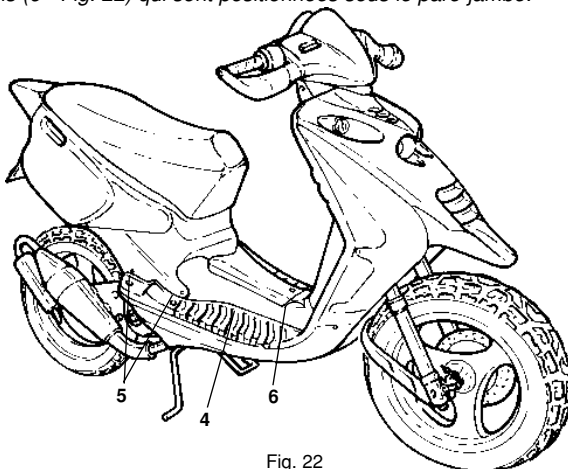

Fig. 22
- Para desmontar la estribera (4 - Fig. 22), desenroscar los tornillos (5 - Fig. 22) en ambos lados del vehículo.
- Para sacar (en ambos lados) los tornillos (6 - Fig. 22) se encuentran ubicados debajo el protector-piernas.
- Pour libérer et enlever le sabot (1 - Fig. 22), il est nécessaire de dévisser les vis (2) des deux côtés du véhicule et la vis centrale (3).
- Pour enlever le plancher (4 - Fig. 22), dévisser les vis (5 - Fig. 22) des 2 côtés du véhicule.
- Enlever (des 2 côtés) les vis (6 - Fig. 22) qui sont positionnées sous le pare-jambe.